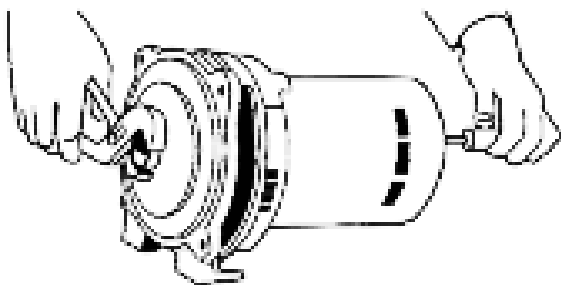

Figura 20: Retire el impulsor
5. Retire el impulsor sujetando el eje de la bomba con unas pinzas pico de loro y desenroscando el impulsor, con la mano izquierda en sentido antihorario mirando hacia el impulsor para retirarlo (Figura 20). El impulsor también se puede quitar levantando la tapa del extremo del eje del motor. Utilice un destornillador en la ranura del extremo del eje o una llave de boca abierta de 7/16" en las partes planas del eje y sosténgalo para evitar que el eje gire. Desenrosque el impulsor en sentido antihorario.